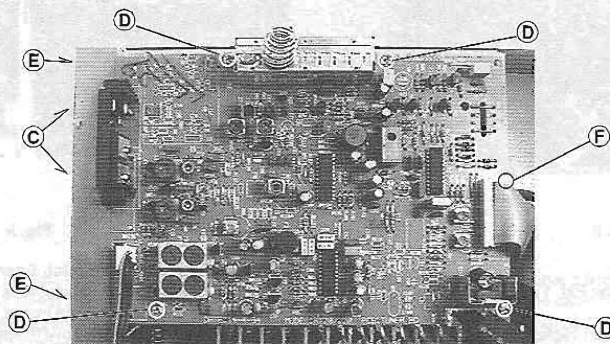

Fig. 4
- 2 Schrauben (C) und 4 Schrauben (D) herausdrehen (Fig. 4).
- Undo 2 screws (C) and 4 screws (D) (Fig. 4).
- 2 Schrauben (C), 2 Schrauben (E) und Schraube (F) herausdrehen (Fig. 4).
- Undo 2 screws (C), 2 screws (E) and screw (F) (Fig. 4).